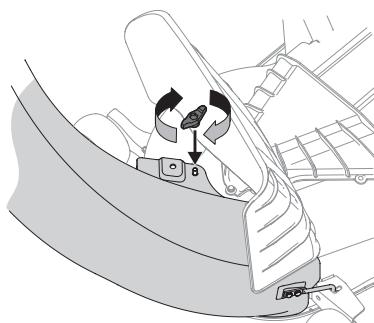

Figura 21
6. Fije el codo del bota en la plataforma de corte usando una perilla de aletas (720-04122) a partir del paquete de herrajes (689-02364). Consulte la Figura 21.